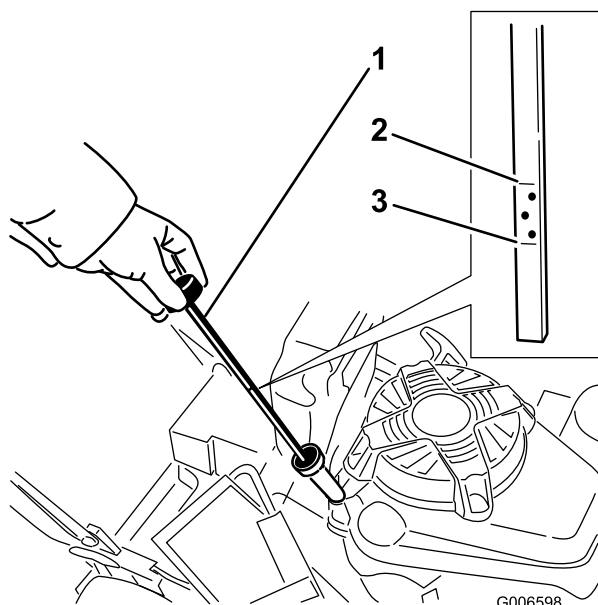

Figura 10
Antes de cada uso, compruebe que el nivel de aceite está entre las marcas Añadir y Lleno de la varilla (Figura 10).
2. Limpie alrededor de la varilla (Figura 10).
6. Observe en la varilla el nivel de aceite (Figura 10).